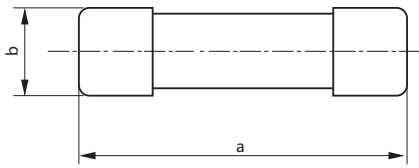
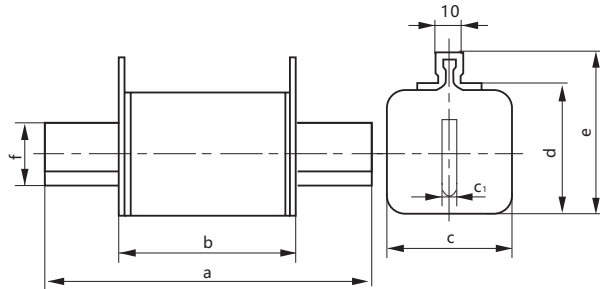

图6 RT14尺码22×58管式圆筒帽形熔断体尺寸
图7 NT00、NT1、NT3刀形触头熔断体尺寸
6、SGR5系列隔离开关熔断器组选配熔断体型号及外形尺寸见图6、图7、表7 (熔断体不随产品提供)